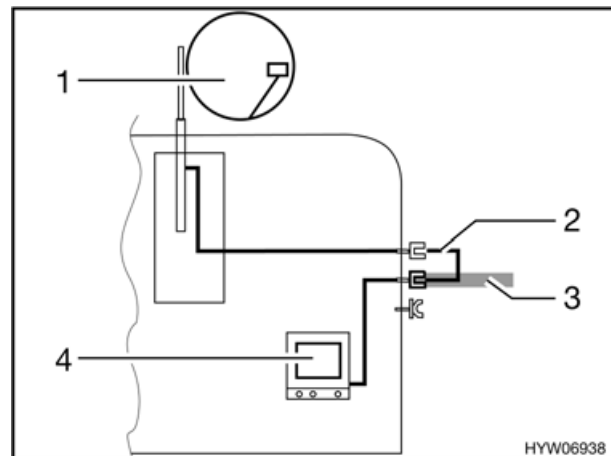

Bild 69 TV im Fahrzeug
- TV im Fahrzeug (Bild 69,4): Anschluss an Dachantenne (Bild 69,1) mit Verbindungskabel (Bild 69,2).
- TV im Fahrzeug (Bild 69,4): Anschluss an externe Antenne (Bild 69,3).